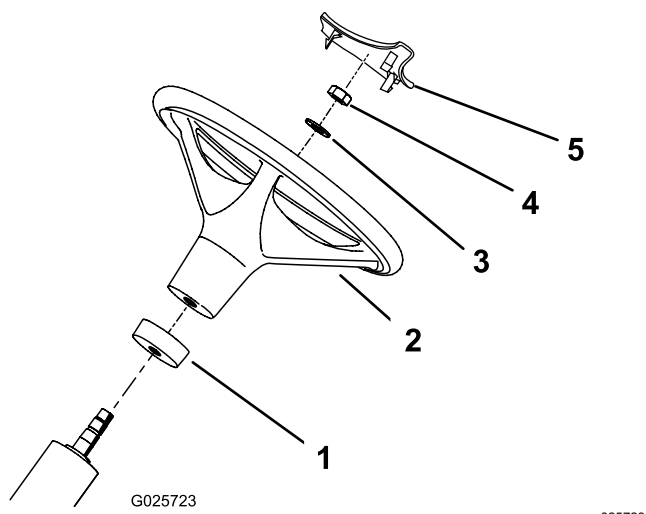

Рисунок 2
2. Наденьте кольцо из пеноматериала на рулевой вал концом меньшего диаметра вниз (Рисунок 2).
6. Вдавите крышку рулевого колеса на штатное место на рулевом колесе (Рисунок 2).
3. Наденьте рулевое колесо на рулевой вал (Рисунок 2).
4. Закрепите рулевое колесо на рулевом валу с помощью шайбы и стопорной гайки (Рисунок 2).